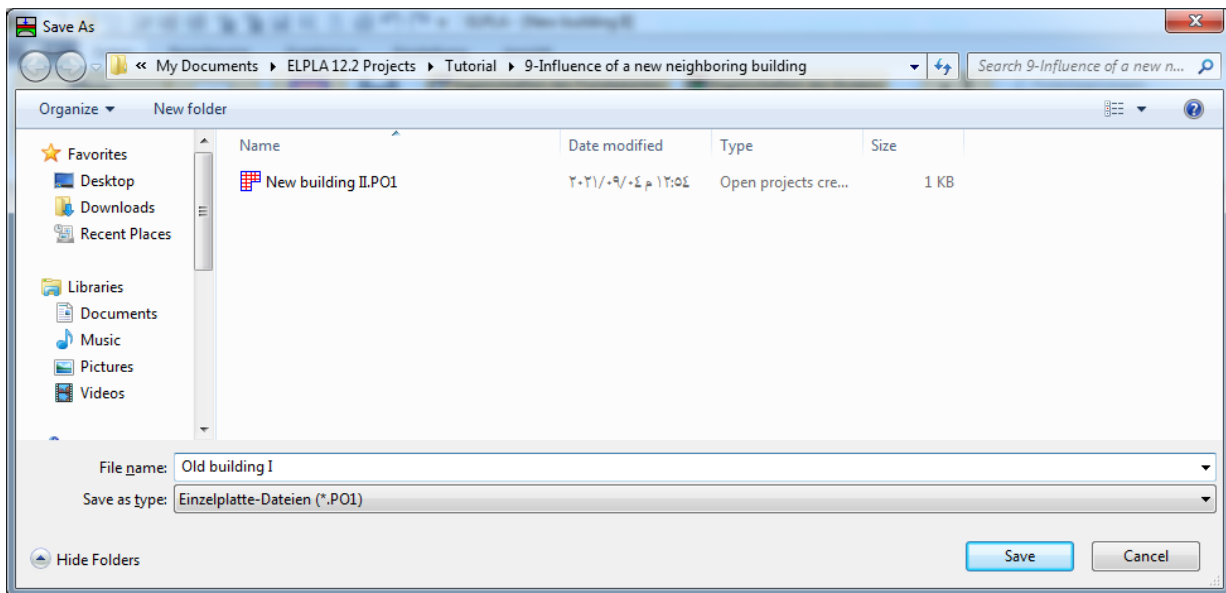

Bild 9.29 Dialogfeld "Speichern unter"
- Wählen Sie "Projekt speichern unter" aus dem "Datei"-Menü. Das folgende Dialogfeld "Speichern unter" im Bild 9.29 erscheint